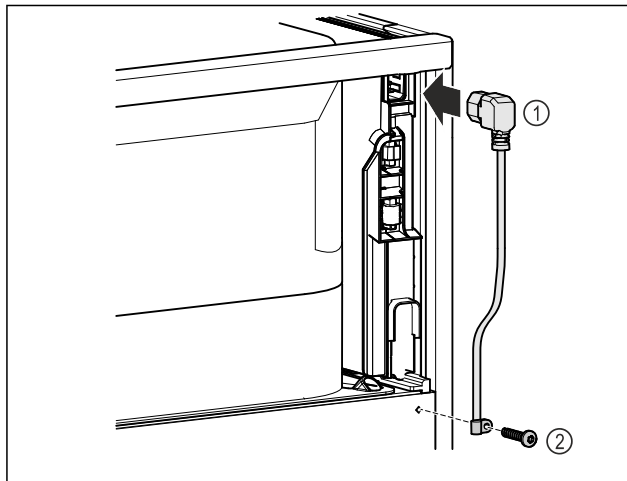

Fig. 8
- ▶ Sätt i nätkabelns apparatkontakt Fig. 8 (1) på apparatens baksida.
- ▶ Montera dragavlastning. Fig. 8 (2)